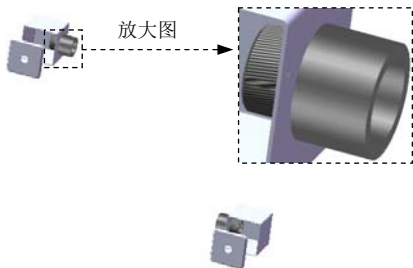

图 11.8.4 添加端盖后
Step3. 添加端盖。选择 **电气** 功能选项卡中的 **通过拖/放来开始(Q)** 命令, 系统弹出图 11.8.2 所示的“信息”对话框和“设计库”; 打开设计库中的 routing\conduit 文件夹, 选择“pvc conduit--male terminal adapter”(端盖)为拖/放对象; 将端盖拖放到图形区域中的圆孔位置, 系统弹出图 11.8.3 所示的“选择配置”对话框; 在“选择配置”对话框中选择 **0.5inAdapter** 配置, 单击 **确定(O)** 按钮, 在弹出的“线路属性”对话框中单击 **×** 按钮, 结果如图 11.8.4 所示。